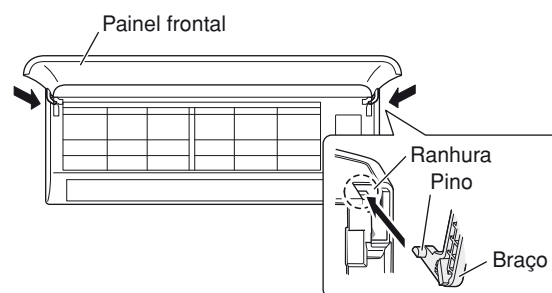

Fig. 18-1
- (1) Insira a parte inferior da grade no flape, com o flape mais ou menos numa posição horizontal.
- (2) Alinhando ambos bordos da grade com a armação, mova o painel horizontalmente e insira as partes superior e inferior na armação.
- (3) Pressione a saída de descarga de ar firmemente com a mão para garantir que não fique nenhuma folga entre a unidade principal e a grade.
- (4) Aperte os 2 parafusos e feche as tampas de parafuso.
- (5) Segure as seções perto dos braços do painel frontal em ambos lados, segure o painel frontal de modo que fique quase na horizontal, traga os eixos dos braços em contato com a parte superior das ranhuras nos lados direito e esquerdo do aparelho de ar condicionado e, em seguida, empurre firmemente até que os eixos dos braços se encaixem em posição. (Fig. 18-1)